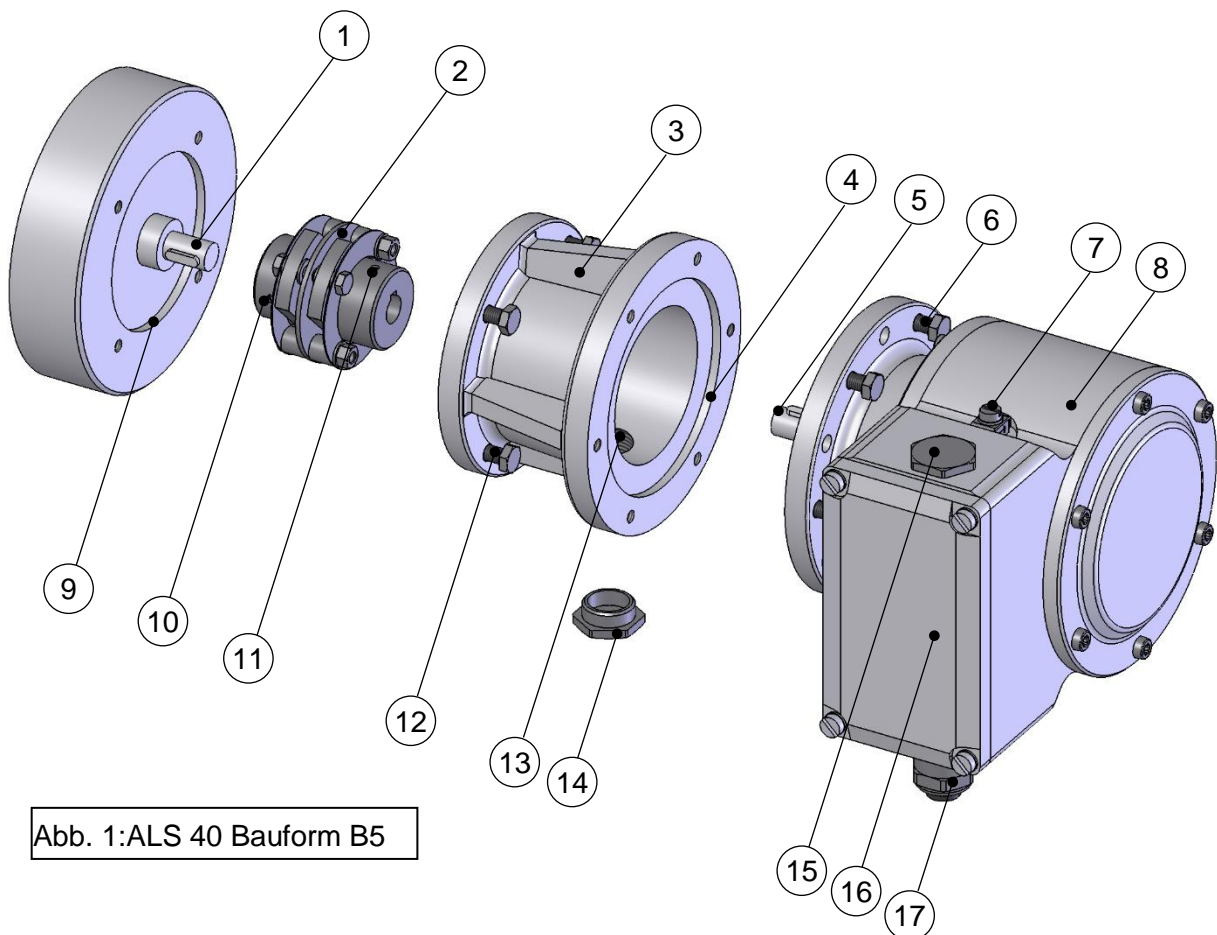

Abb. 1: ALS 40 Bauform B5
1. Klemmkastendeckel (16, Abb. 1) öffnen.
2. Verschlussbolzen der Kabelverschraubung (17, Abb.1) entfernen.